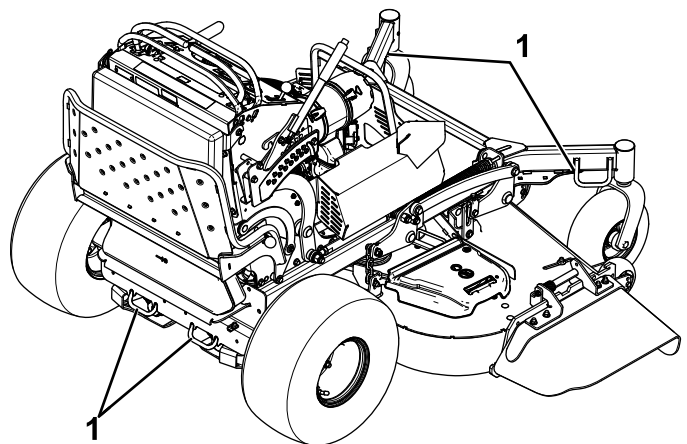

Figure 31
7. Arrimez la machine près des roues pivotantes avant et du pare-chocs arrière à l'aide de sangles, chaînes, câbles ou cordes (Figure 31). Reportez-vous à la réglementation locale concernant les exigences d'arrimage.